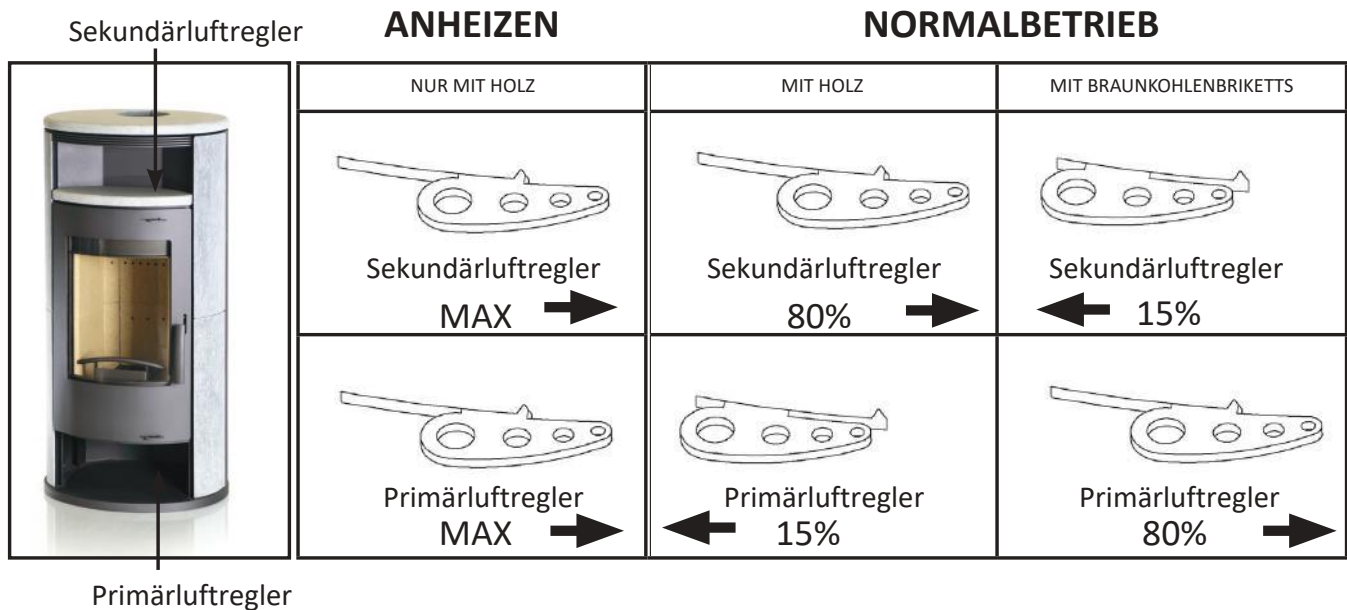

Abbildung 4 Verwendung des Luftreglers
6. Abbildung 4 Benutzung des Luftreglers	Seite 9